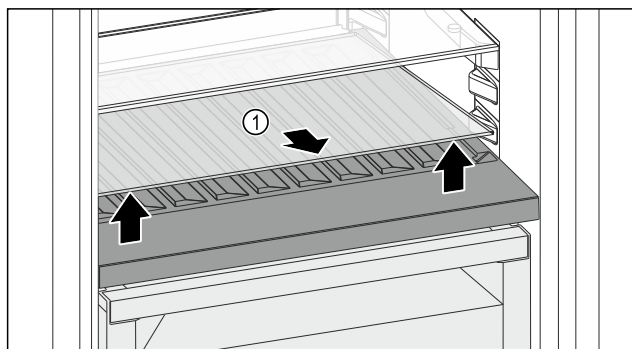

Fig. 177
- Skleněnou desku Fig. 177 (1) zvedněte za vybrání vpředu a vyjměte ji.
- Skleněnou desku Fig. 177 (1) uložte bezpečně mimo spotřebič.
- Skleněnou desku (2) vložte pod variabilní přihrádku na láhve.